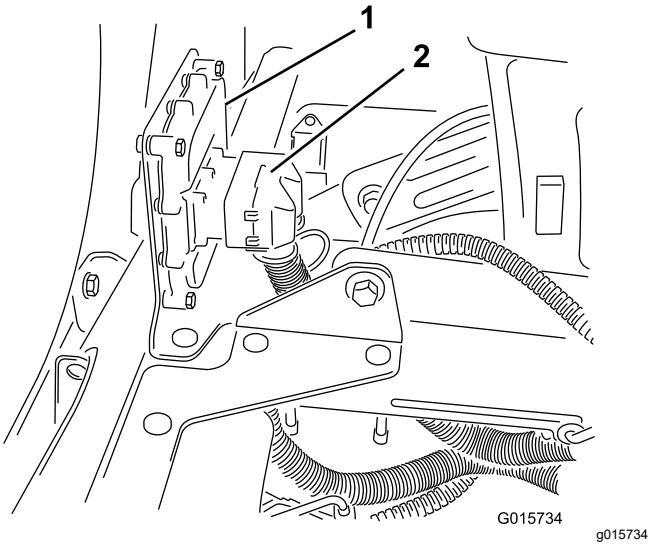

Рисунок 33
2. Подсоедините 50-гнездовой соединитель жгута проводов стрелы с ультразвуковым выравниванием к 50-штыревому соединителю электронного контроллера и закрепите соединители при помощи винта с внутренним шестигранником (Рисунок 33).